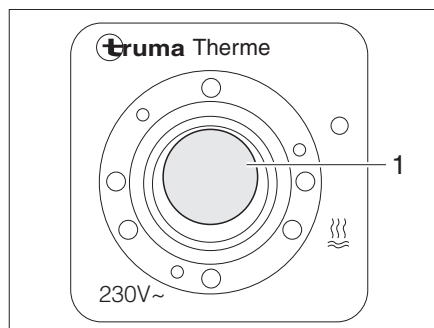

Fig. 134 Interruttore di comando per scaldacqua
Con l'interruttore di comando (Fig. 134) si inserisce la modalità di funzionamento elettrico. La spia di controllo (Fig. 134,1) nell'interruttore deve accendersi.
- Inserire l'interruttore di comando (Fig. 134). La spia di controllo (Fig. 134,1) nell'interruttore si accende.
- Spegnere l'interruttore di comando (Fig. 134). La spia di controllo (Fig. 134,1) nell'interruttore si spegne.
- Spegnere l'interruttore di comando (Fig. 134). La spia di controllo (Fig. 134,1) nell'interruttore non si accende.